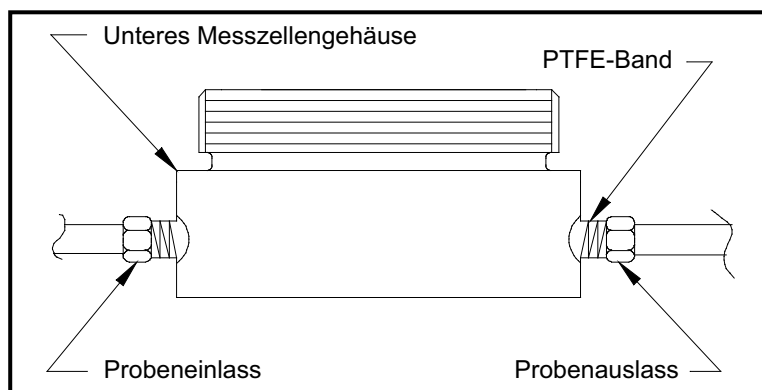

Abbildung 4: Installation des unteren Messzellengehäuses
3. Verwenden Sie PTFE-Band als Dichtungsmittel und verbinden Sie den Probengaseinlass und -auslass mit den 1/8-Zoll-NPT-Anschlüssen am unteren Messzellengehäuse (siehe *Abbildung 4* unten). Jeder Anschluss kann als Einlass oder Auslass verwendet werden, da die Flussrichtung keine Rolle spielt.